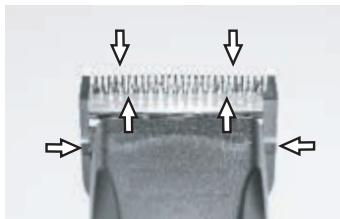

Fig. 24
För att uppnå ett bra klipprestultat och för att öka klipperns och klipphuvudets livslängd måste du lägga på en tunn oljefilm mellan över- och underskäret (Fig. 24).
- ▶ Smörj skären tillräckligt mycket under klippningen (minst var femtonde minut), så att de inte torkar (Fig. 24).
Skären måste smörjas före, under och efter varje användning. När klipperns skär lämnar ränder eller går med lägre hastighet är det ett tecken på att det behövs olja. Lägg några droppar olja fram på och tvärs över klippskären (se pilarna i fig. 24). Torka bort överskottsolja med en mjuk, torr trasa. Smörjsprayer innehåller inte tillräckligt mycket olja för att smörjningen ska bli bra, men kyler skären. Byt omedelbart skadade eller slöa skär för att undvika skador.